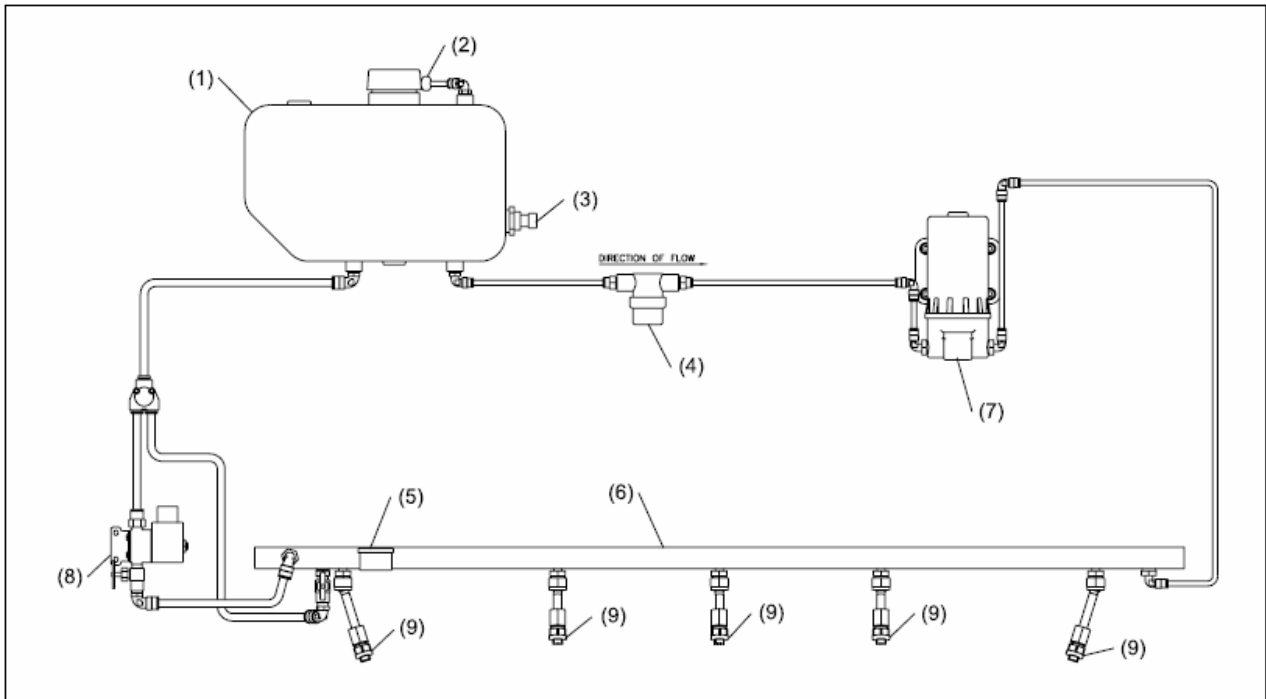

Figure 2-4. Système de pulvérisation du dégraissant
2. Les gicleurs appliquent une pulvérisation continue de dégraissant sur la piste. Référez-vous à la Figure 2-4